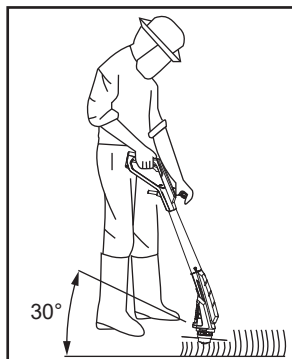

Fig. 8
4. Placer la tête de coupe-bordures (10) juste au-dessus du sol à un angle d'environ 30° (Fig. 8).